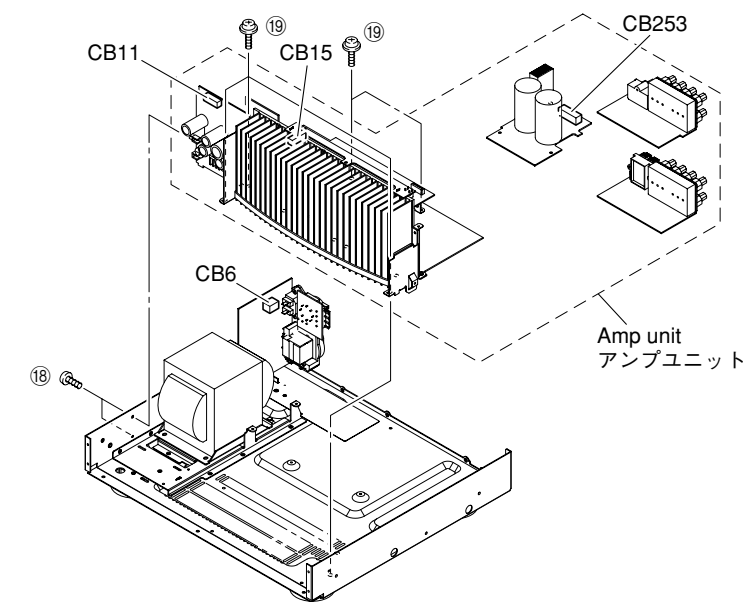

Fig. 9
- Remove 2 screws (18) and 5 screws (19). (Fig. 9)
- Remove CB6, CB11, CB15 and CB253. (Fig. 9)
- Remove the amp unit. (Fig. 9)
- ⑱のネジ2本、⑲のネジ5本を外します。(Fig. 9)
- CB6、CB11、CB15、CB253を外します。(Fig. 9)
- アンプユニットを取り外します。(Fig. 9)